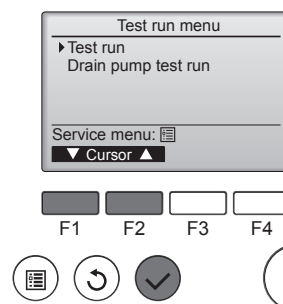

Fig. 7-2
- 2 Выберите режим "Test run" (Пробный пуск) в Меню пробного пуска и нажмите кнопку [Выбор]. (Fig. 7-2)